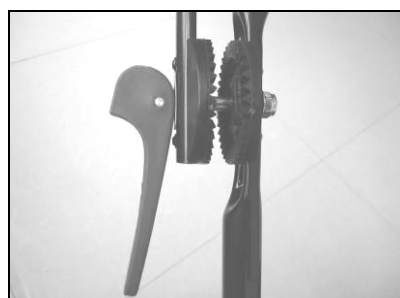

Fig.2D
2. Levante las dos palancas de bloqueo para liberar las manivelas superiores para plegarlas. (Fig. 2D)